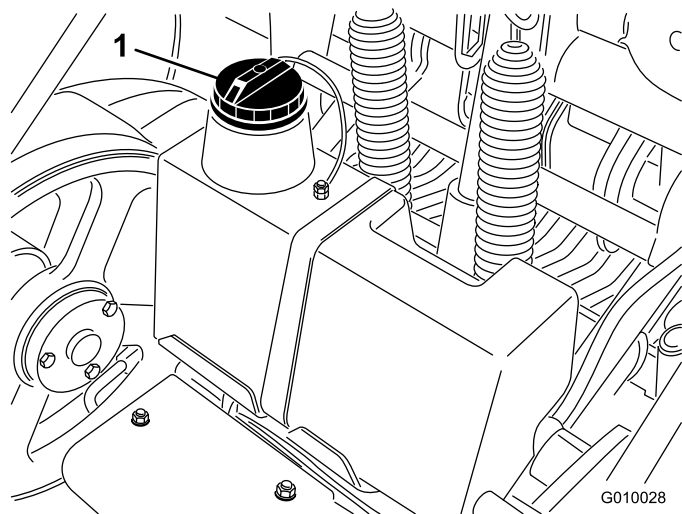

Bild 19
3. Reinigen Sie den Bereich um den Einfüllstutzen und den Deckel des Hydraulikbehälters (Bild 19). Schrauben Sie den Deckel vom Einfüllstutzen ab.